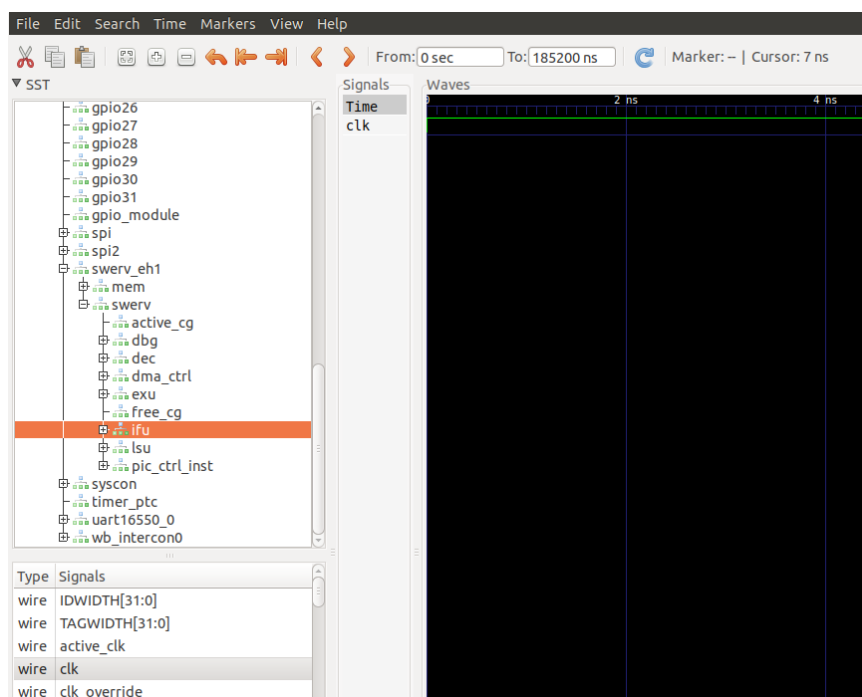

图84. 将信号`clk`加到图形上
- 现在，将添加时钟、指令和寄存器信号。在GTKWave的左上方窗格中，展开SoC的层级，以便可以将信号添加到图形中。将层级展开为“TOP”（上层）→ `rvfpgasim` → `swervolf` → `swerv_eh1` → `swerv`，然后单击模块`ifu`（如图84中突出显示部分所示），